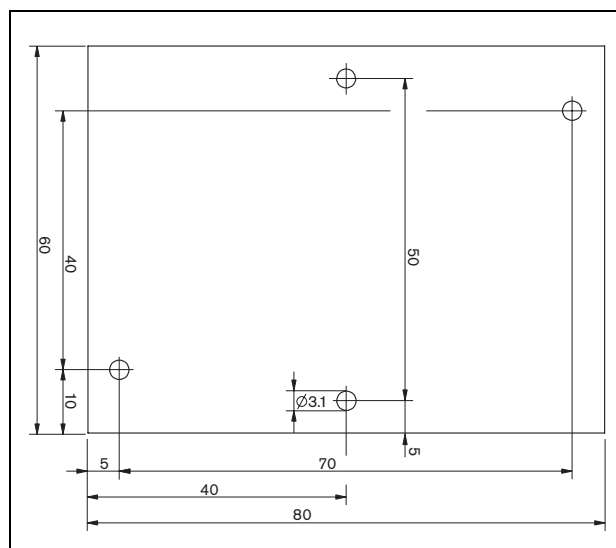

figura 9.5: Dimensioni della scheda di circuito stampata (PCB) della supervisione-slave
- 1 Per montaggio in un altoparlante, utilizzare i fori presenti nella supervisione-slave (vedere figura 9.5). Le bobine sulla scheda di circuito stampata (PCB) della supervisione-slave devono essere mantenute alla distanza di 30 mm o superiore dal magnete dell'altoparlante e ad una distanza di 50 mm o superiore dal trasformatore dell'altoparlante, altrimenti i campi magnetici possono disturbare il corretto funzionamento della supervisione-slave.